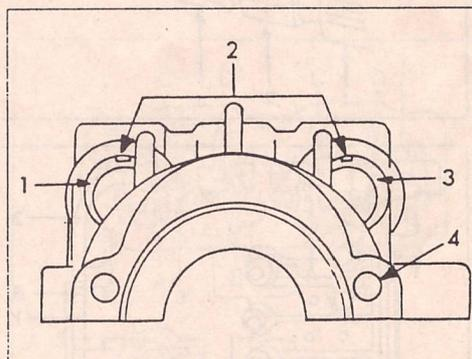

Рис. 34.
- Проверить, чтобы вырез на передней части каждой оси стоял точно в середине (смотри рис. 34).